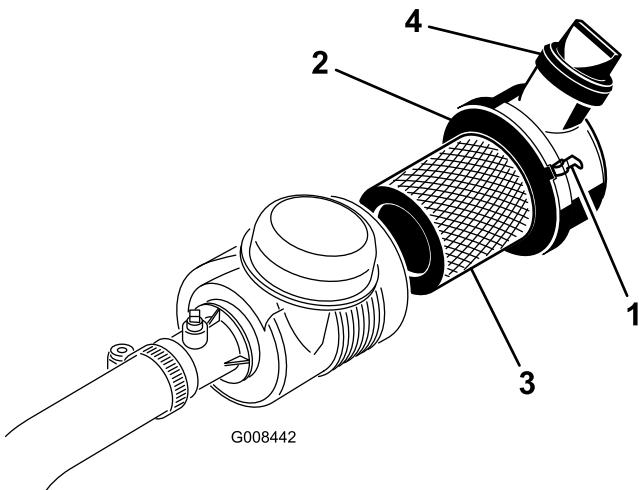

Figura 30
1. Rilasciate i dispositivi di fermo che fissano il coperchio del filtro dell'aria al corpo del filtro (**Figura 30**).
7. Accertate che i fermi fissino il coperchio del corpo (Figura 30).